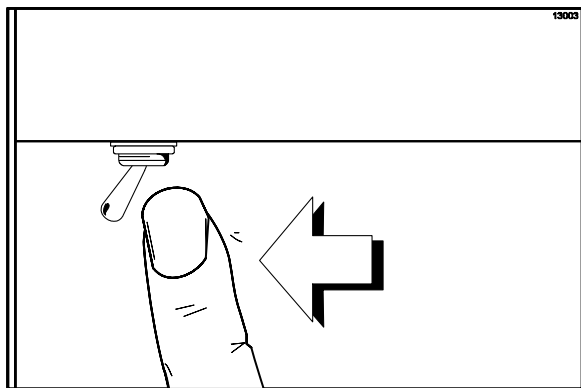

Рисунок 101
1. Убедитесь в том, что переключатель питания находится в положении "ВЫКЛ". (См. рис. 101)